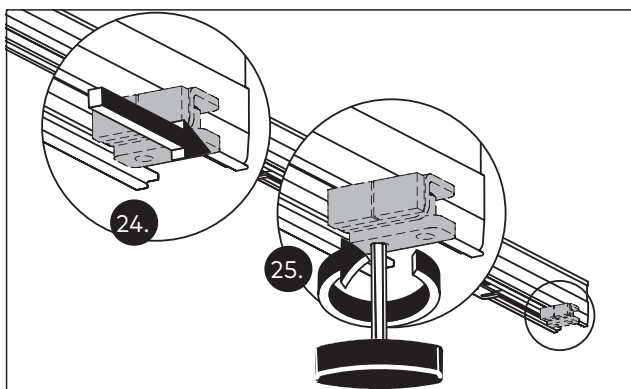

Abb. 27 Den Endanschlag festschrauben
24. Die Endanschläge bis zur Markierung der Position schieben (Abb. 27).
25. Die Endanschläge festschrauben (Abb. 27).